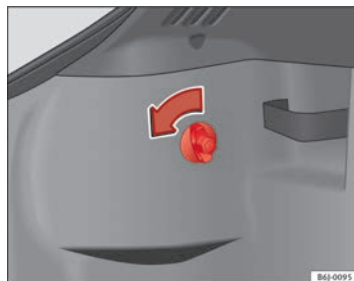

Fig. 161 Acceso a pilotos posteriores
- Gire el tornillo en el sentido de la flecha con la mano o la ayuda de un destornillador ⇒ fig. 161.
- Retire el conector del alojamiento **A** ⇒ fig. 161.